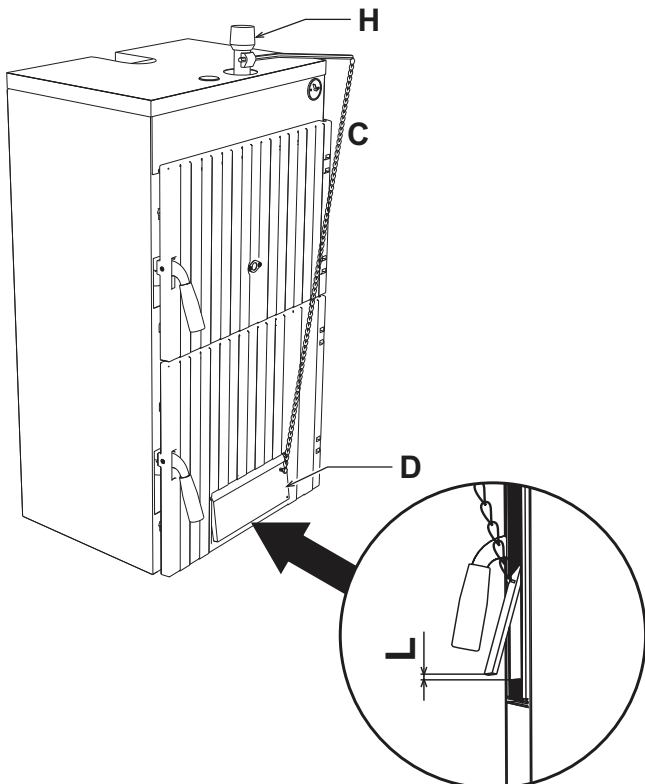

fig. 2 - Installation
2. Monter le régulateur thermostatique "H" fig. 2.
4. Régler la vis de réglage du volet de prise d'air de façon qu'avec le volet en appui il reste un passage d'air d'environ 1 - 2 mm maximum. Avec la chaudière froide, positionner le thermostat de réglage sur 60°. Accrocher la chaînette "C" à l'œillet "D" du volet de prise d'air, en réglant la longueur de façon que le passage de l'air "L" () soit environ 15 mm pour fig. 2 "coke III" et 2 mm pour "bois".
Tourner la vis de réglage du volet de prise d'air de manière à ce que lorsque ce dernier est appuyé, il reste toujours un passage d'air d'environ 1 - 2 mm maximum. Positionner le thermostat de réglage sur 60 °C alors que la chaudière est froide. Accrocher la chaînette à l'oeillet approprié du volet de prise d'air : sa longueur doit être réglée de manière à ce que le passage de l'air "L" (fig. 2) soit de 15 mm environ pour le "coke III" et 2 mm pour le "bois".